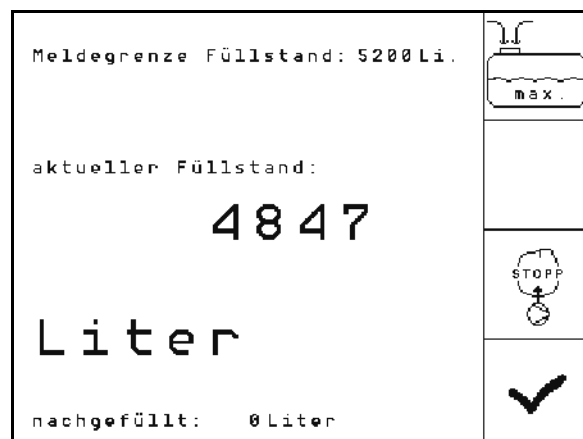

Fig. 87
1.  Accesați meniul Umplere (Fig. 87).